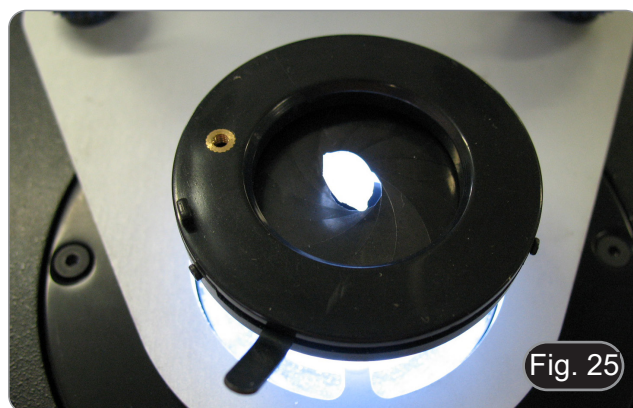

Fig. 25
- Si lo desea, es posible colocar su gema directamente sobre el diafragma, después de cerrarlo a un diámetro adecuado. (Fig. 25)